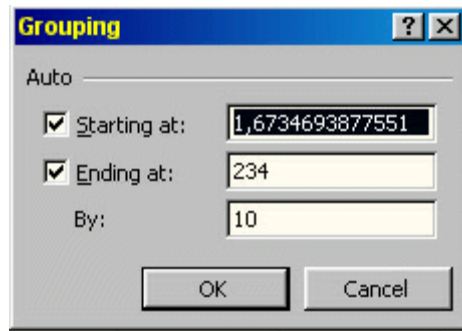

Figura 5-13
6. Selecionar qualquer célula da tabela dinâmica e em seguida o sub-comando 'Group' do comando 'Group and Outline' (agrupar e organizar) do menu 'Data' (dados); aparece o quadro de diálogo 'Grouping' (agrupar) mostrado na Figura 5-13; digitar 0 (zero) na janela de edição 'Starting at:' (começar em) e 35 na janela de edição 'By:' (de); não é necessário alterar o valor 234 exibido na janela de edição 'Ending at:' (termina em) porque o Microsoft Excel calcula os intervalos pelo valor do incremento digitado na janela de edição 'By:' (de); pressionar o botão OK para fechar o quadro de diálogo e exibir a tabela com as freqüências agrupadas;